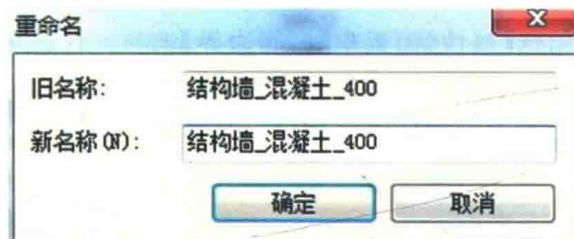

图 1-3-2
(2) 单击【属性】面板【编辑类型】按钮, 打开【类型属性】对话框。在【类型属性】对话框中, 确认【族】列表中当前族为【系统族: 基本墙】; 单击【复制】按钮, 输入“结构墙_混凝土_400”作为新墙体类型名称, 如图 1-3-2 所示, 成后单击【确定】按钮返回【类型属性】对话框。